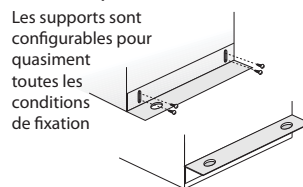

Figure 5 — Supports de fixation
2. Attacher les supports de fixation réglables à l'appareil, mais ne pas serrer les vis avant d'avoir déterminé la hauteur correcte, voir Figure 5.
2. À l'aide de connecteurs adaptés, câbler le ventilateur comme sur la Figure 5.